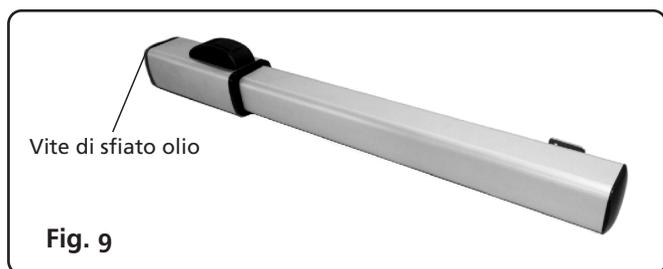

Fig. 9
- **rimuovere la vite di sfiato (fig. 9).**